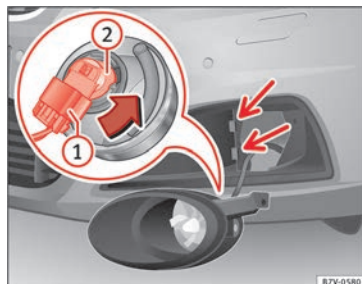

Abb. 110 Glühlampe im Scheinwerfer austauscheln.
3. Scheinwerfer ein wenig nach vorn klappen und aus den seitlichen Aufnahmen » **Abb. 110** (kleine Pfeile) herausziehen.
4. Anschlussstecker » **Abb. 110** ① entriegeln und abziehen.
5. Lampenträger » **Abb. 110** ② in Pfeilrichtung bis zum Anschlag nach links drehen und zusammen mit der Glühlampe nach hinten herausziehen.
8. Anschlussstecker » **Abb. 110** ① auf den Lampenträger ② stecken. Der Anschlussstecker muss hörbar einrasten.
9. Scheinwerfer in die Aufnahmen » **Abb. 110** (kleine Pfeile) stecken und nach hinten klappen.